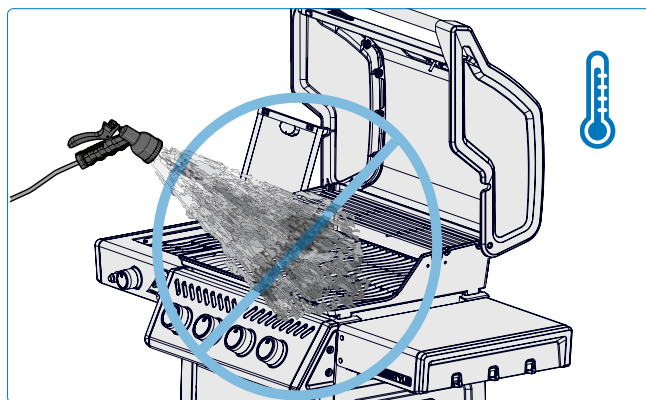

Fig. 27
1. Nunca apague una llama ni controle las llamaradas con agua (**Fig. 27**)